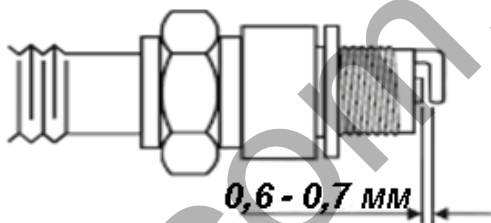

Рисунок 9. Величина зазору між електродами свічки запалювання.
5. Виміряти зазор між електродами у межах 0,6-0,7 мм (рис. 9).